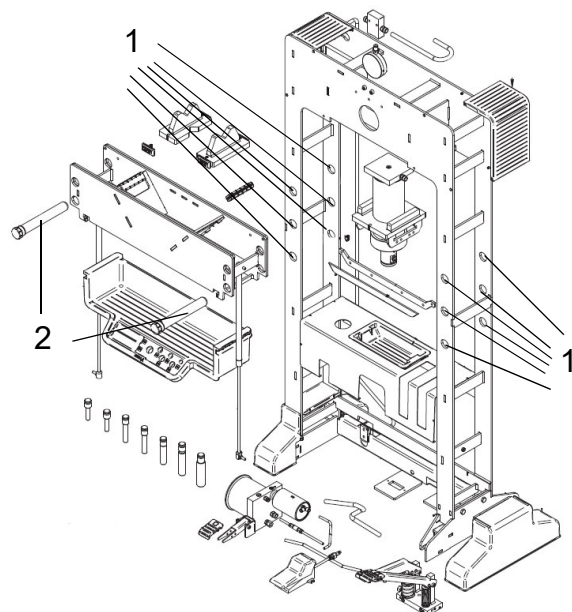

Abb. 32: Auflagebolzen und Ständerbohrungen
Schritt 1: Entfernen Sie die Auflagebolzen aus dem Rahmen (Abb.32).